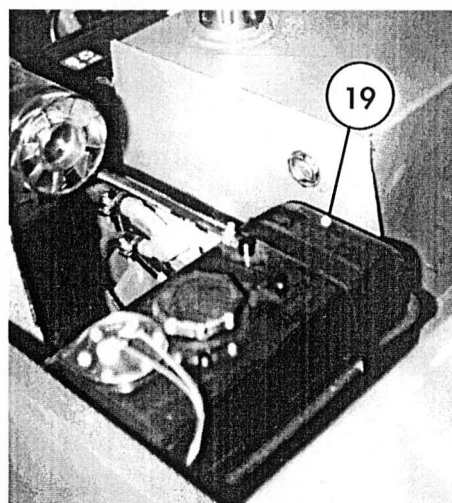

Fig. 4
- c) Que hay suficiente combustible en el depósito de combustible (19) Fig. 4.